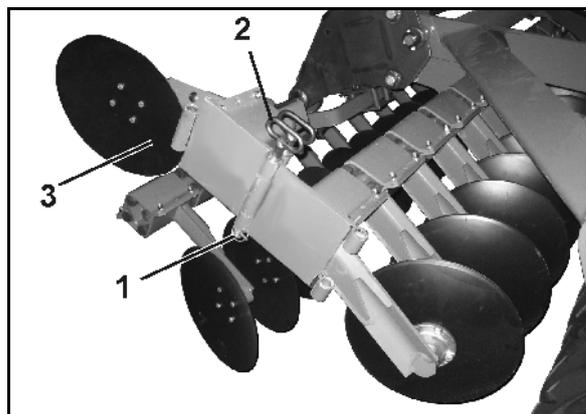

Fig. 58
- 2.1 Desserrer la goupille d'arrêt (Fig. 58/1).
- 2.2 Retirer le goujon de blocage (Fig. 58/2).
- 2.3 Rentrer le disque de bordure (Fig. 58/3) et le bloquer dans cette position avec le goujon.